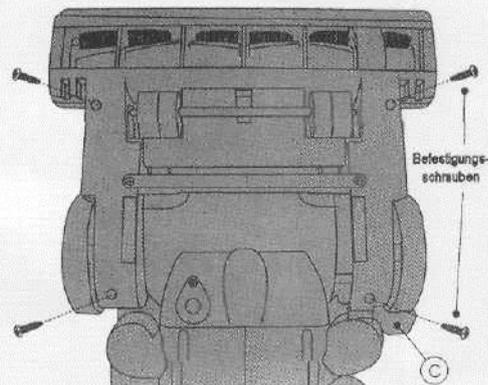

Bild 1
3. Lösen Sie durch Drücken den Hebel **(C)** und (Anl. Seite 6, Punkt 16) für die Standposition, klappen Sie das Oberteil vorsichtig nach hinten und drehen Sie das ganze Gerät herum. Heben Sie dann das Unterteil (Bürstenkopf) an, lösen Sie die 4 Befestigungsschrauben (Bild 1) und bewahren Sie diese sicher auf.